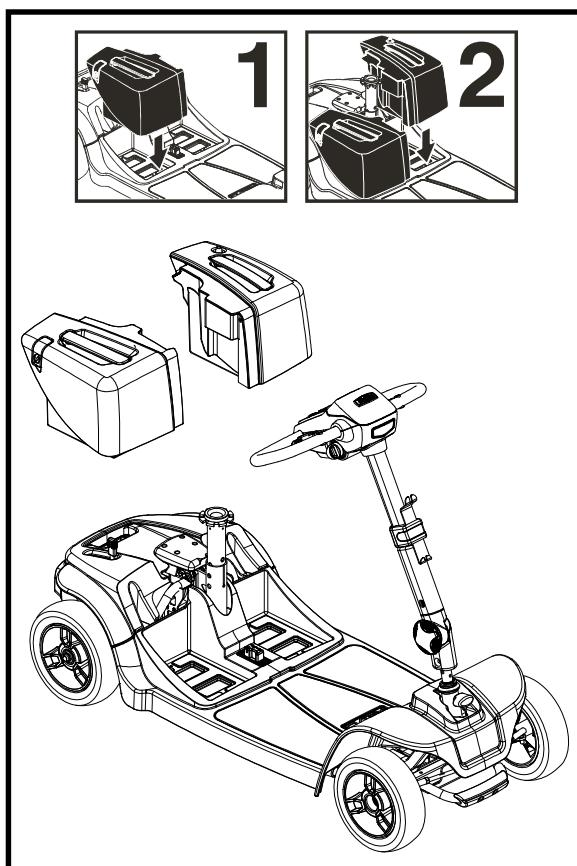

Figura 23. Scatola batteria Installazione dei modelli 66 e 67
12. Reinstallare le batterie sullo scooter e impegnare la batteria bloccaggio delle batterie. Rimontare sempre la batteria laterale destra pacco prima. Vedere figura 23.